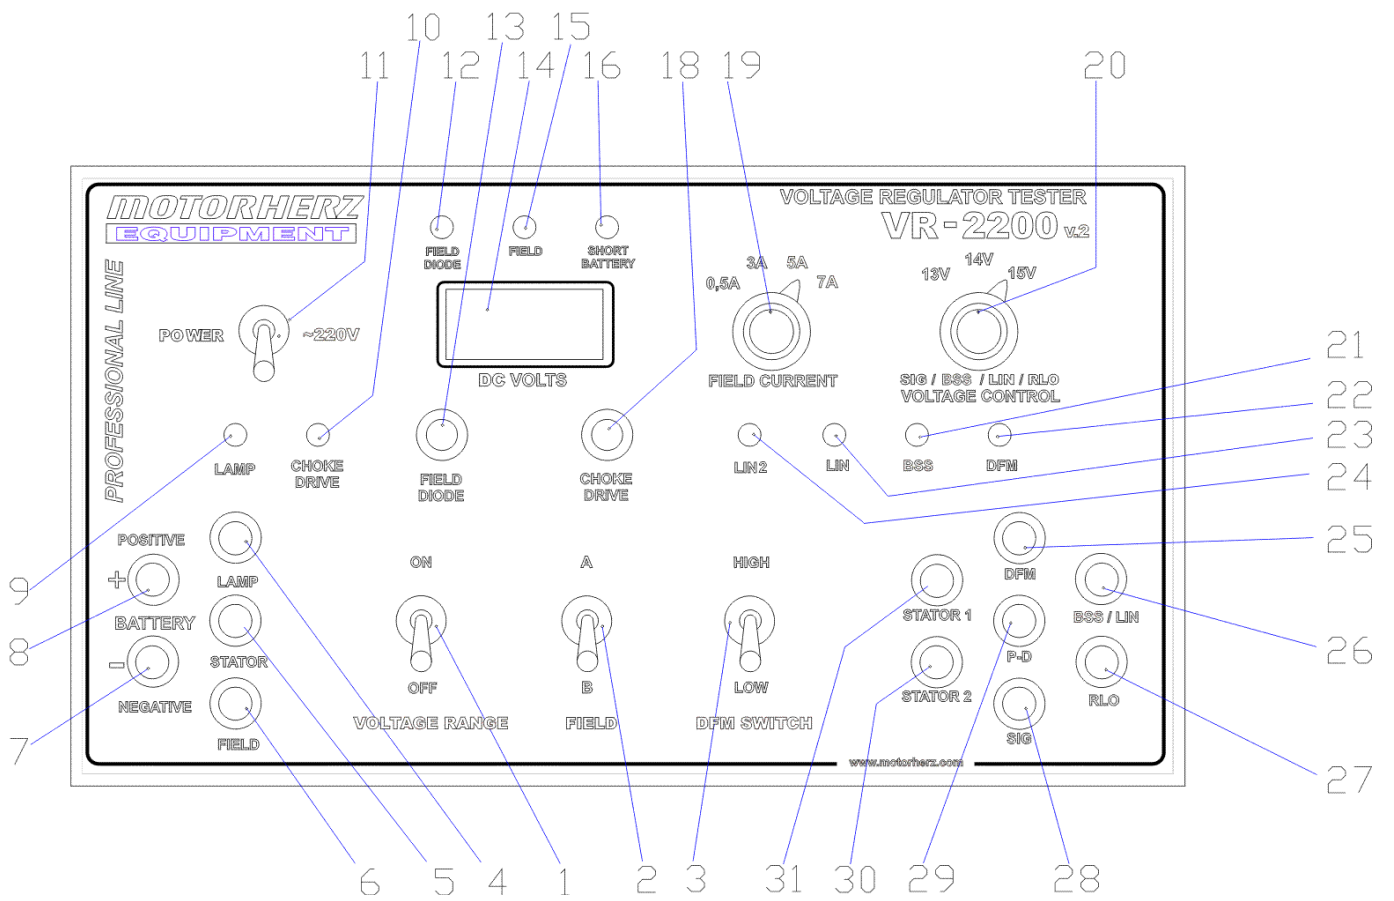

Рисунок 4. Панель управления и индикации.
2.3.4 Вилку электропитания тестера подключите к сети переменного тока  $230 \pm 10$  В, имеющей заземляющий провод. Тумблер **POWER** (рисунок 4 поз.1) должен быть выключен (положение **OFF**).